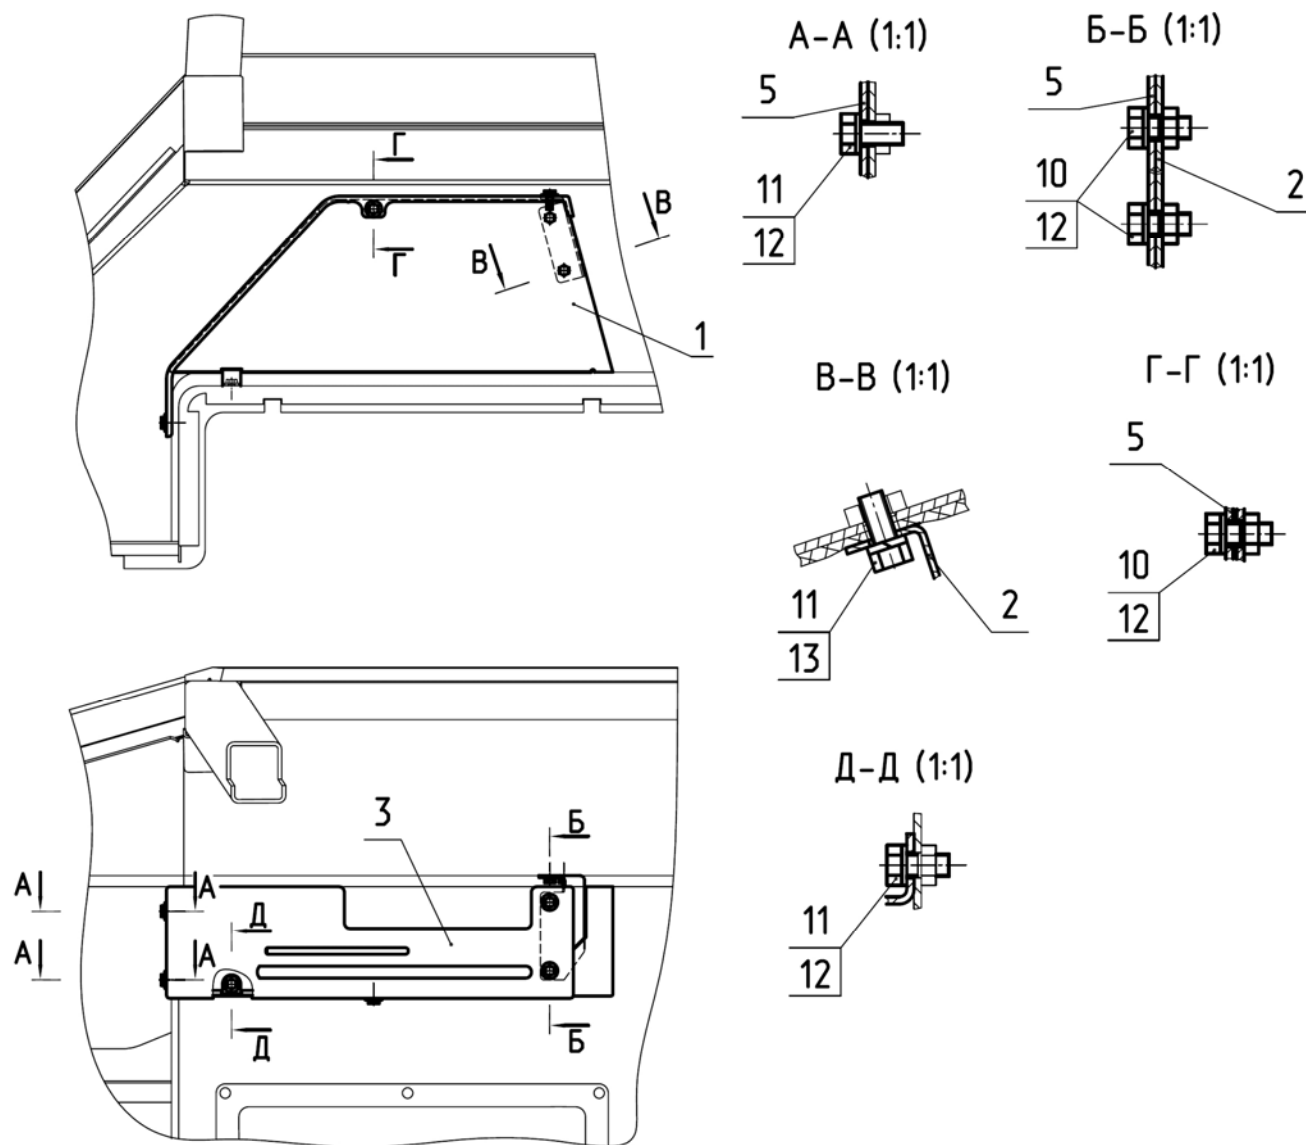

Рисунок 8.8
- а) открутите болты 10 и 11, снимите крышку 3 (рисунок 8.8);